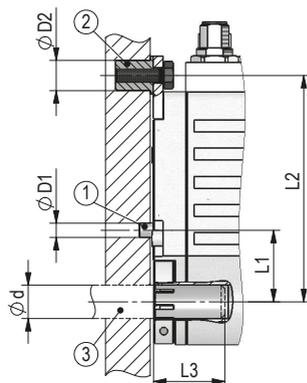
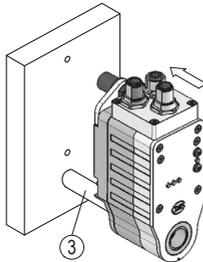
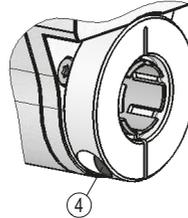
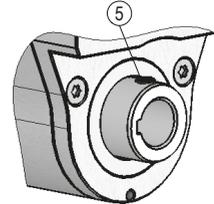

Abb. 1: Einbaumaße
Abb. 2: Montage
Abb. 3: Anzugsmoment-Schrauben
Abb. 4: Welle mit Passfedernut
- ▶ Sorgen Sie für einen geringen Wellen- und Winkelversatz zwischen Welle und Aufnahmebohrung durch geeignete Fertigungsmaßnahmen (siehe **Abb. 1 + Tab. 1**).
Vorbereitung Montage (**Abb. 1, Abb. 2, Abb. 3**):
Montage (**Abb. 1, Abb. 2, Abb. 3, Abb. 4**):